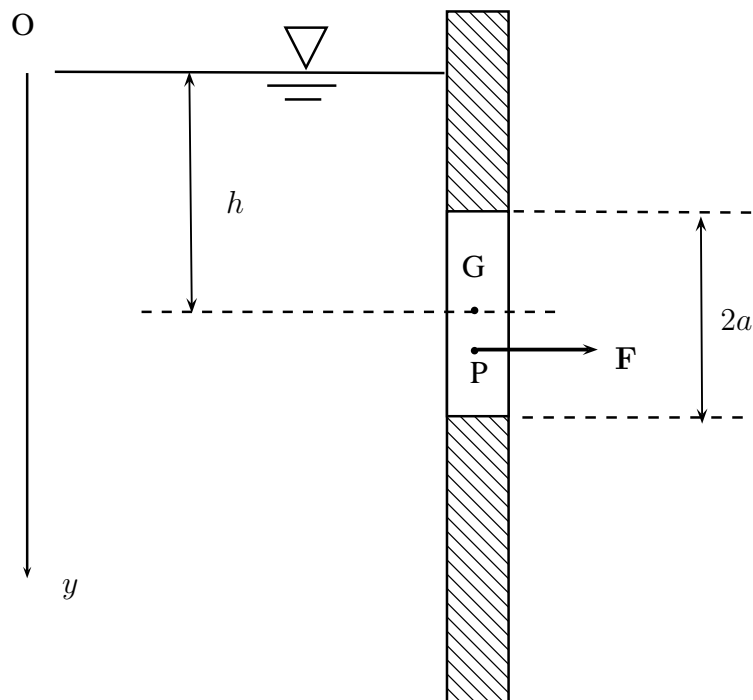

Figure 2 : vanne.
**Problème 3** Dans un mur, une vanne de forme carré et de côté  $2a$  permet de vidanger un réservoir d'eau. Cette vanne est mobile : elle est articulée autour d'un axe horizontal passant par son centre de masse  $G$  (qui est aussi le centre géométrique, la vanne étant composée d'un bloc homogène). La profondeur d'eau est comptée à partir de  $G$  et vaut  $h$  (voir fig. 2). On demande de :